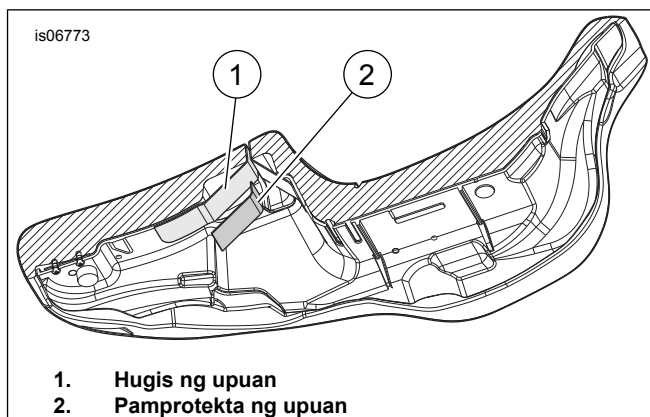

Figure 12. Ilalim na Panig ng Upuan
13. Tingnan ang Figure 12 . Tandaan ang hugis ng bahagi na tatakpan ng pamprotekta ng upuan (2) at maingat na ihugis ang pamprotekta para mas maayos na magkasya sa mga hugis ng upuan (1).